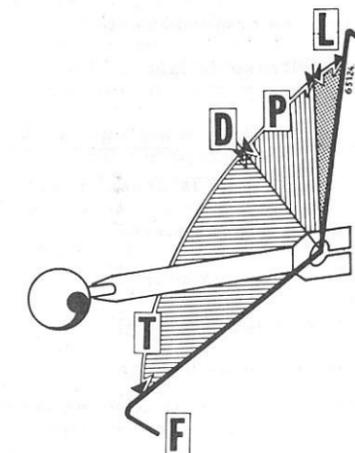

Fig. 33
Suivant le type de charrue, le levier est situé dans le secteur d'extension (T) Fig. 33 ou dans le secteur de compression (P). Sur les charrues travaillant en extension, la profondeur maxi est atteinte avant la position flottante (F). Lorsque dans ces mêmes conditions, le levier est amené à la position flottante (F), le système travaille en position flottante, et le système de contrôle de traction est neutralisé.